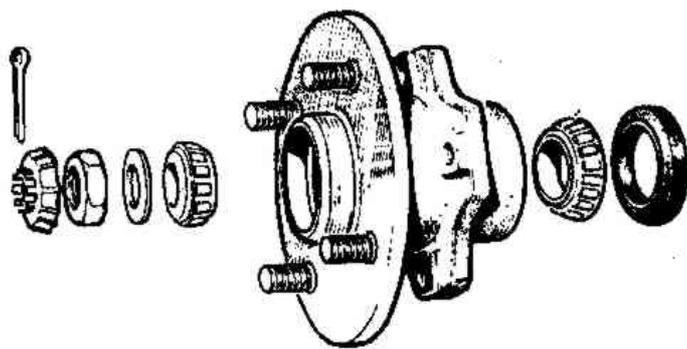

Рис.11.4. Ступица переднего колеса (Разд.2)
4. Отверните регулировочную гайку и снимите упорную шайбу и внешний конический подшипник (Рис.11.4).
2. Удалите колпачок ступицы и снимите шплинт и фиксатор центральной гайки. Отверните гайку (Рис.11.4).